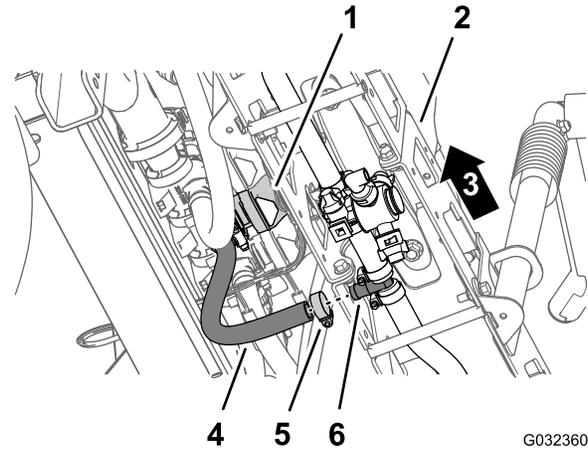

Bild 81
1. Befestigen Sie den mittleren Auslegerzulaufschlauch am T-Anschlussstück am mittleren Auslegerabschnitt (Bild 81).